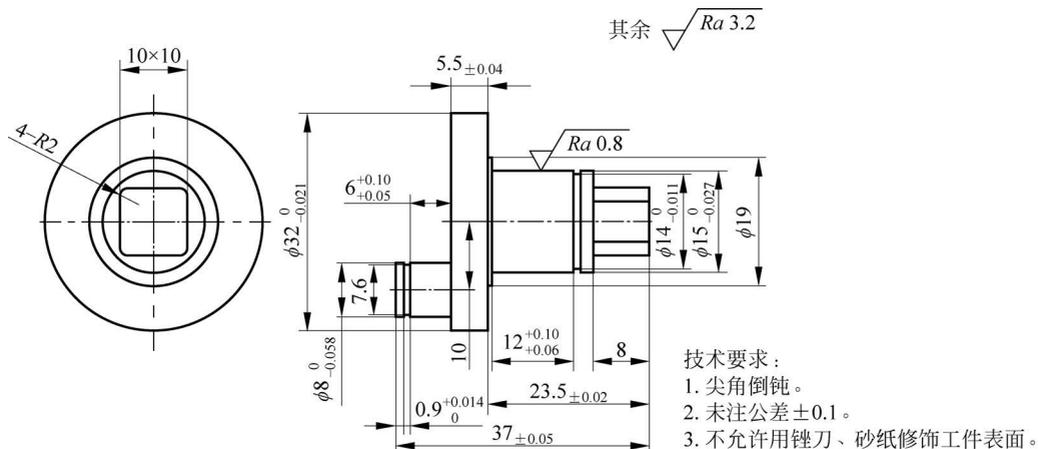

图 3-11 题 4 图
(1) 简述偏心零件的车削加工方法。
(2) 简述如何加工  $11 \times 11$  的四方形。
(3) 实操学习四爪卡盘调偏心距。
(4) 根据图 3-11 所示的曲柄零件图的要求,预习制造工程师软件的内容。